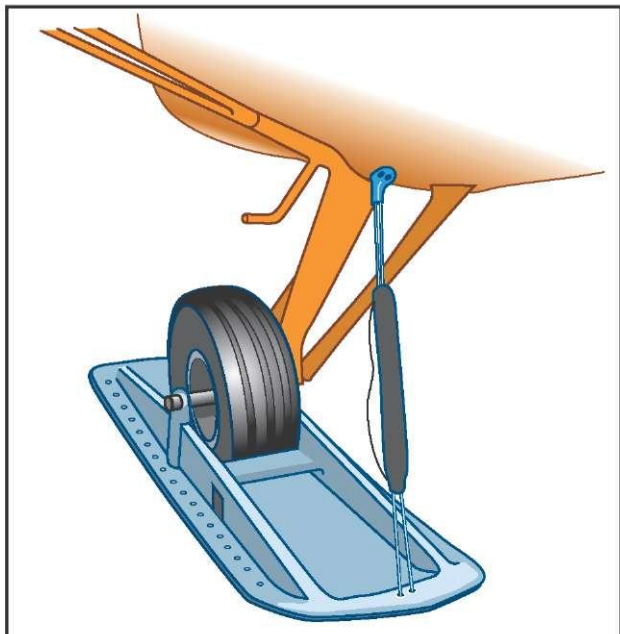

Рисунок 7-3. Прорезные лыжи.
- **Прорезные лыжи** — Колеса частично выступают из-под лыж, и самолет может идти как по снегу, так и по бесснежной поверхности. Этот тип лыж обеспечивает малый дорожный просвет на бесснежных поверхностях и вызывает чрезмерное сопротивление на снегу. (Рисунок 7-3)